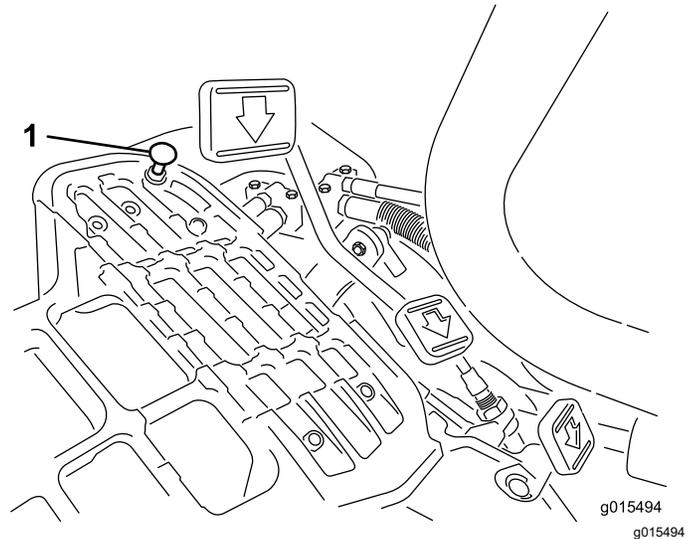

图 43
要获得最大行驶速度请将功能控制杆放在行驶位置并踩下驱动踏板。如果在拉线感到张紧力之前踏板接触到限位器图 43 请执行以下调节程序
1. 将功能控制杆放在行驶位置松开将踏板限位器固定至底板上的锁紧螺母图 43。